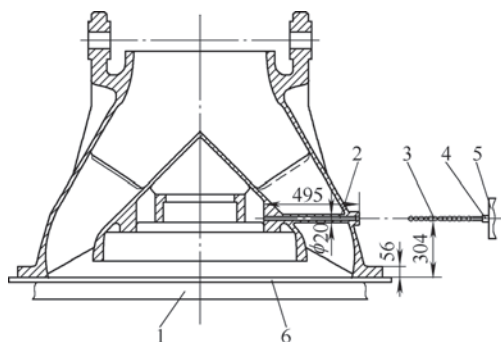

图 3
(2) 如图3所示，由于在铣镗床工作台上无法划线，选用一块划线平板来辅助划线加工。将划线平板放在铣镗床工作导轨上，并用夹具固定，在平板上涂刷一定范围的记号，并用划线针沿铣镗床主轴划一条直线（与铣镗床主轴中心线重合），将导叶体工件放置在划线平板上，使工件法兰端面上C、D标记坐落在此直线上，并用夹具将导叶体工件和划线平板固定，这样铣镗床主轴中心线与油孔中心线在一个与工作台垂直的平面上，依照粗加工后的设计图样，导叶体法兰平面至凸台处油孔中心线距离为304mm，先将主轴中心线沿垂直工作台方向移至与划线平板平齐，然后将铣镗床主轴从划线平板平面垂直向凸台方向移动304mm，此时铣镗床主轴中心线与油孔中心线共线。此法加工油孔必须保证导叶体中线划线准